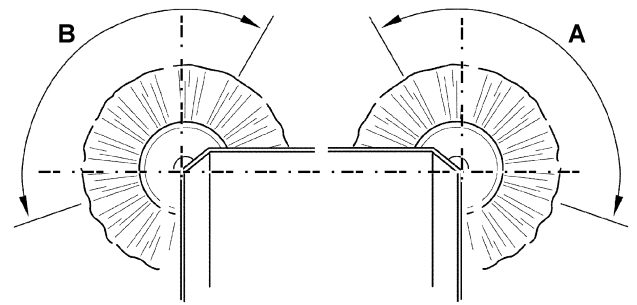

Figure 7
- Contrôler que les traces laissées par les balais latéraux sont, en extension et orientation, comme indiqué dans la figure (A et B, Fig. 7).